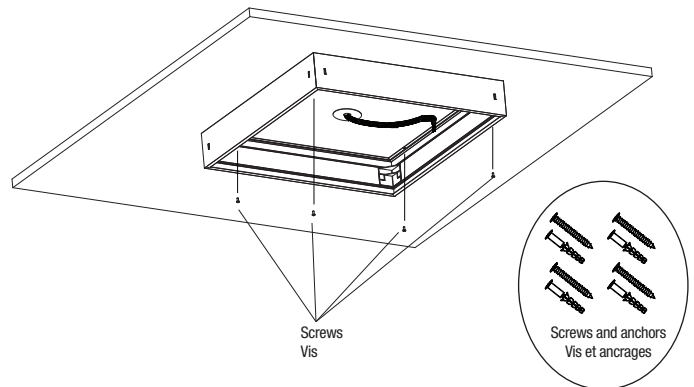

Fig. 2
2. Use the assembled frame as a mounting template and mark the holes for the mounting screws on the ceiling. Secure the frame on the ceiling using provided anchors and screws (Fig. 2).
2. Utiliser le cadre assemblé comme gabarit de montage et marquer les trous pour les vis de fixation sur le plafond. Fixez le cadre au plafond à l'aide des ancrages et des vis fournis (Fig. 2).